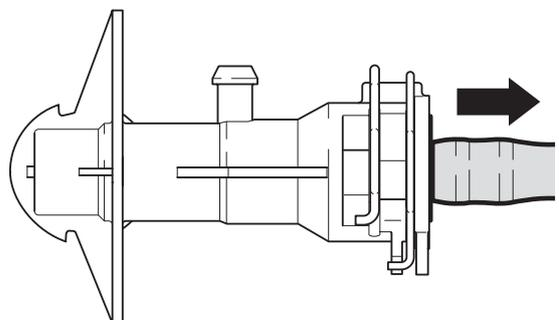

Figura 3: Con il collegamento idraulico staccato e le clip chiuse, il foro di sfiato è libero
6. Estrarre la linea idraulica fino al secondo arresto (figura 3)